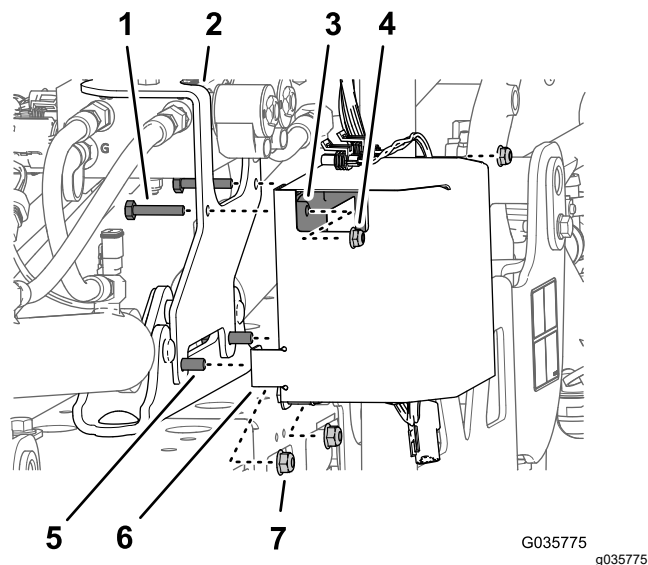

Figura 29
- Retire as duas porcas de bloqueio flangeadas (5/16 pol.) que prendem o suporte de montagem do kit de acabamento Ultra Sonic Boom, da montagem do cilindro (Figura 29).
- Monte a cobertura do controlador (Figura 29) no parafuso de cabeça flangeada (5/16 pol. x 1 pol.) nos orifícios dianteiros inferiores na cobertura e prenda sem apertar a cobertura, o suporte e a montagem com as duas porcas de bloqueio flangeadas (5/16 pol.) que retirou em 3.
- Monte os dois parafusos (¼ pol. x 1¾ pol.) através dos orifícios superiores no suporte de montagem (kit de acabamento Ultra Sonic Boom), na flange traseira (cobertura do controlador) e no controlador (Figura 29) com duas porcas de bloqueio flangeadas (¼ pol.).